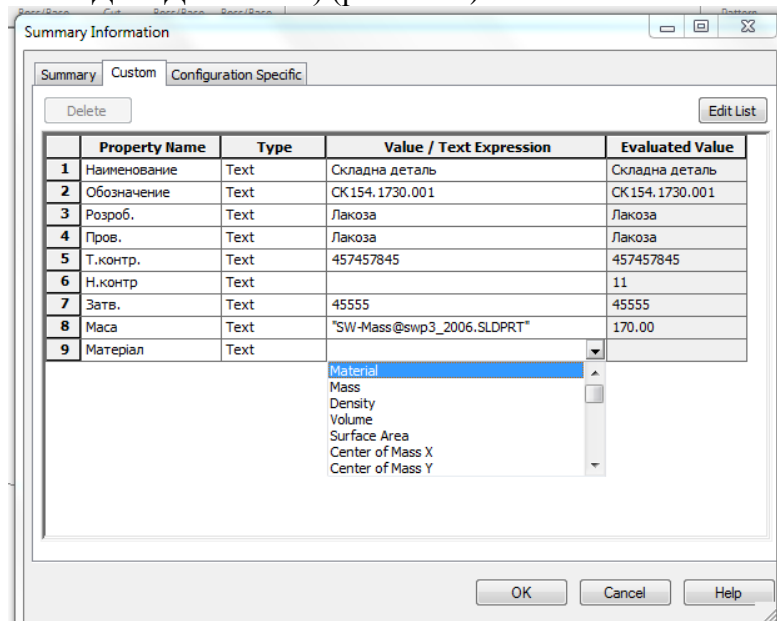

Рис. 8.2.2. Створення властивостей деталі
2. Перейдіть на вкладку **НАСТРОЙКА(Custom)** і створіть наступні властивості: «Наименование», «Обозначение», «Разраб.», «Т.контр», «Н.контр.», «Затв.», «Маса», «Матеріал» (ТІЛЬКИ ДЛЯ ДЕТАЛЕЙ) (рис. 8.2.2).